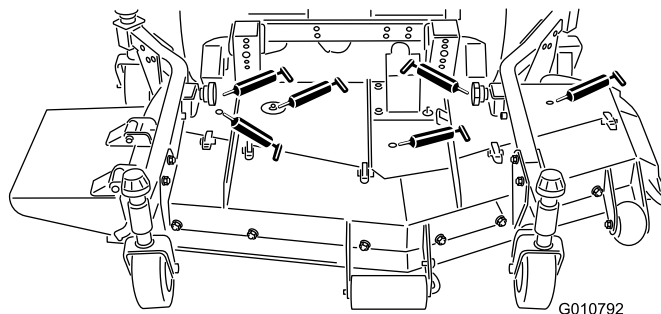

Figura 17
- Cuscinetti del fusello della lama (Figura 17)
- Giunti sferici del braccio di spinta destro e sinistro (Figura 17)